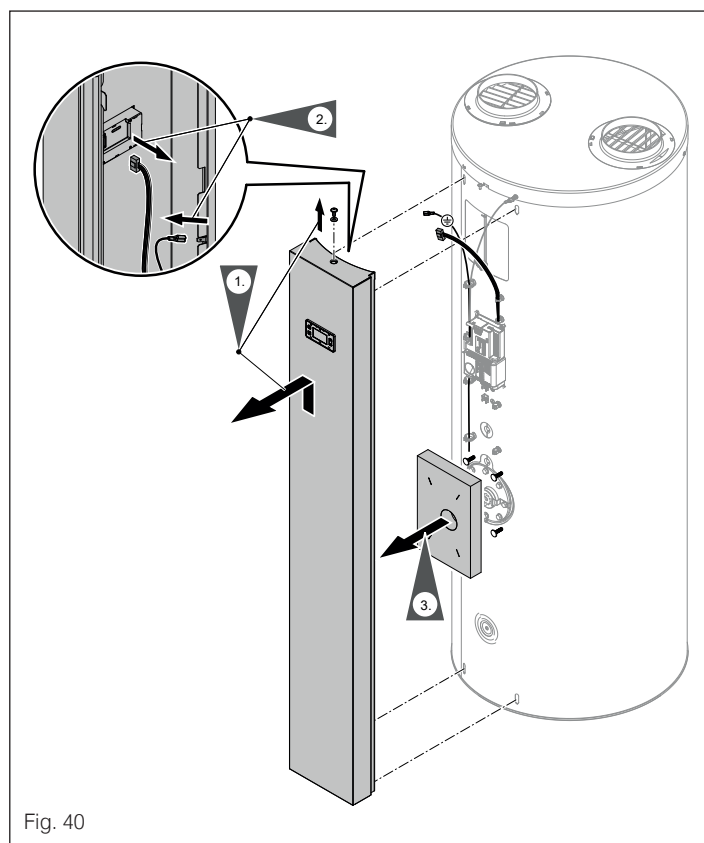

Fig. 40
- 2 Zdemontować panel przedni, zob. „Fig. 40”.
- 3 Zdemontować panel przedni, zob. „Fig. 40”.
- 9 Zamontować panel przedni z przewodem uziemiającym, zob. „Fig. 40”.
- 2 Zdemontować panel przedni, zob. „Fig. 40”, „9.5 Demontaż panelu przedniego” a pagina 26.
- 4 Zamontować panel przedni z przewodem uziemiającym, zob. „Fig. 40”.